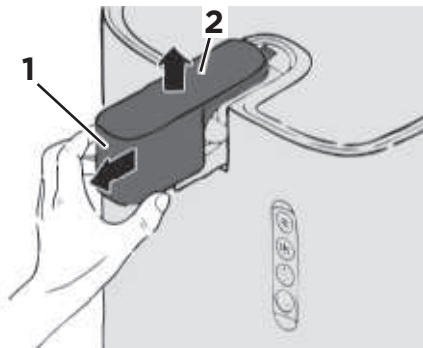

Abb. 46
2. Ziehen Sie die Abdeckung des Strahlreglers nach vorne (Abb. 46/1) und nehmen Sie die Abdeckung nach oben ab (Abb. 46/2).